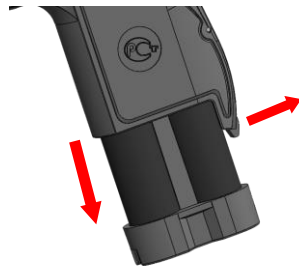

Рис. 6
5.3.6. Для использования запасной обоймы необходимо отжать фиксатор обоймы 10, извлечь обойму из нижней части рукоятки 1 (рис. 6) и установить запасную обойму в устройство взамен использованной.